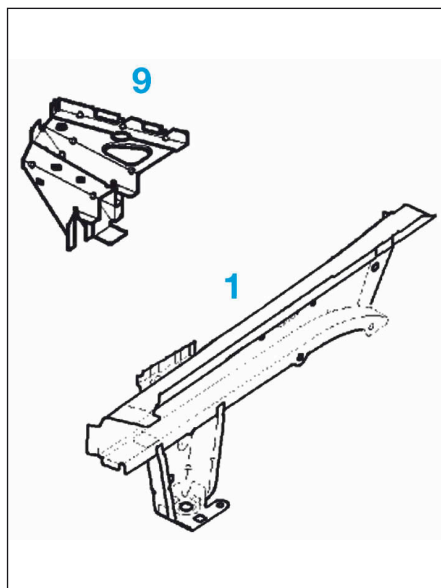

FIG.10
- côté gauche, le support de bac à batterie (9) (Fig.10),